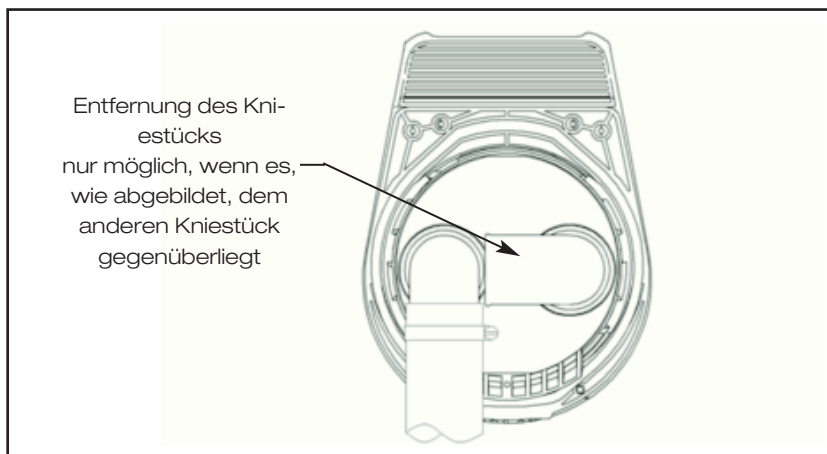

Abb.8 Lösungsposition der Kniestücke
3. Die Kniestücke können entfernt und die Schläuche vor Installation befestigt werden, indem die Kniestücke bis zu einem Punkt gedreht werden, bei dem das Ablauf/Einlauf-Knie dem anderen Kniestück direkt gegenüber liegt. Dann Kniestück herausziehen (Siehe Abb. 8).